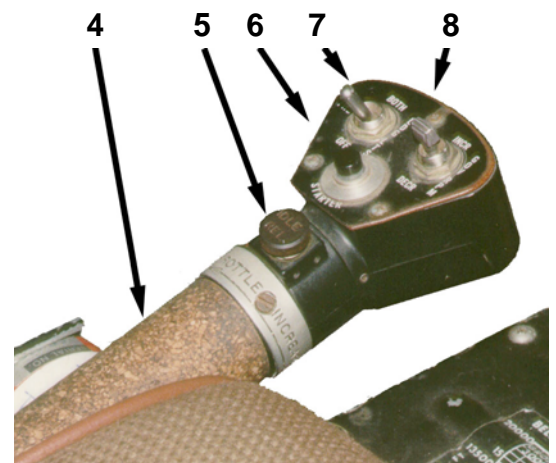

Figure 8 (© Pierre GILLARD)
- Boutons de démarrage, interrupteur des phares d'atterrissage et réglage du régulateur de vitesse turbine sur le collectif (figure 8).